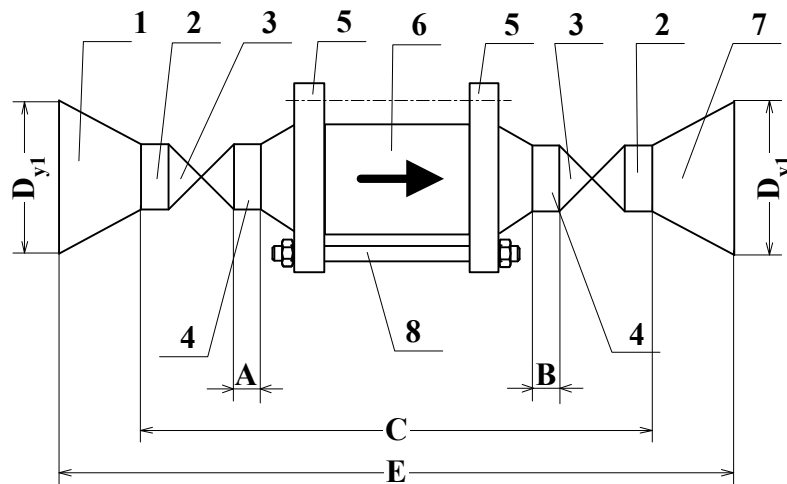
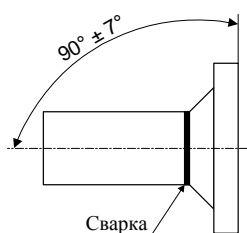
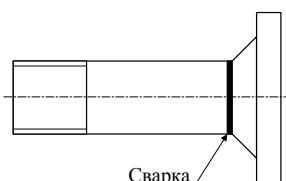
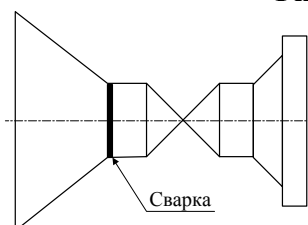

Рис. 2. Схематическое изображение сборочно-сварной конструкции с шаровыми задвижками для установки ЭМР в трубопровод
Рис. 5
Рис. 6
Рис. 9
2.2.2. Для установки ЭМР МР200, МР400 в трубопровод используется сборочно-сварная конструкция (рис.2), состоящая из:
б) приварить к фланцам <5> прямолинейные участки <4> таким образом, чтобы угол между осью трубы прямолинейного участка <4> и плоскостью фланца, прилегающей к ЭМР, составил $90^\circ \pm 7^\circ$ (рис. 5); если конструкция предусматривает установку шаровых задвижек (рис.2), то прямолинейный участок приваривается к фланцу концом без резьбы (рис. 6);
г) с помощью шпилек вся конструкция собирается в единое целое (рис.2,3); при этом вместо ЭМР используется габаритный имитатор ЭМР во избежание повреждения ЭМР при дальнейшем монтаже этой конструкции в трубопровод.
При сборке конструкции с шаровыми задвижками (рис.2) на резьбовой конец прямолинейного участка наворачивается шаровая задвижка с гайками, а в шаровую задвижку вворачивается резьбовой конец отрезка трубы, приваренной к конфузору или диффузору (рис. 9).
- более длинный прямолинейный участок <4> (рис.2,3) должен оказаться первым по направлению потока теплоносителя;